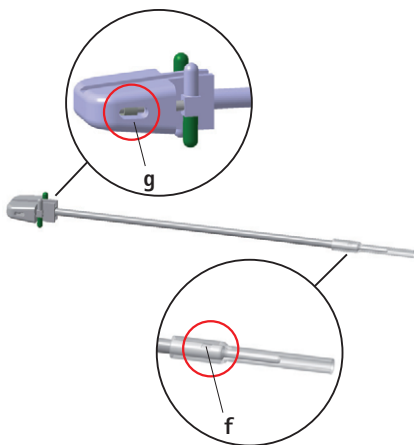

Рис. 4
- ▶ Установить предохранительный ограничитель в центральное положение **g**, см. Рис. 4.